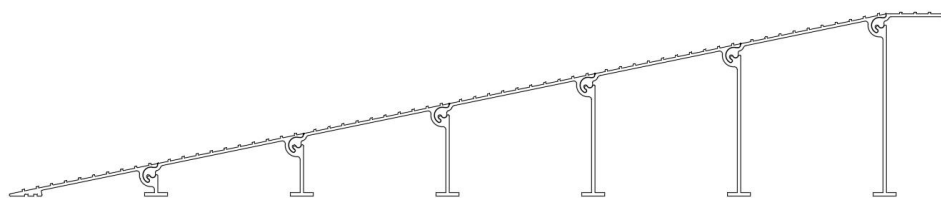

FIG.1
- (1) Draag handschoenen om uw handen te beschermen voordat u met de installatie begint.
- (2) Kies een geschikte installatielocatie en zorg ervoor dat de grond waterpas en stevig is.
- (3) Lijn elk deel van de helling uit en vergrendel het totdat alle delen gelijk zijn.
- (4) Begin met de 1" verlenging en monteer de drempelverlengingen in de aangegeven volgorde (FIG. 1) totdat de uiteindelijke hoogte is bereikt. Breng de drempelverlengingen samen in een hoek van ongeveer 45° en draai ze vervolgens op hun plaats nadat de lamp in de gleuf is geplaatst .